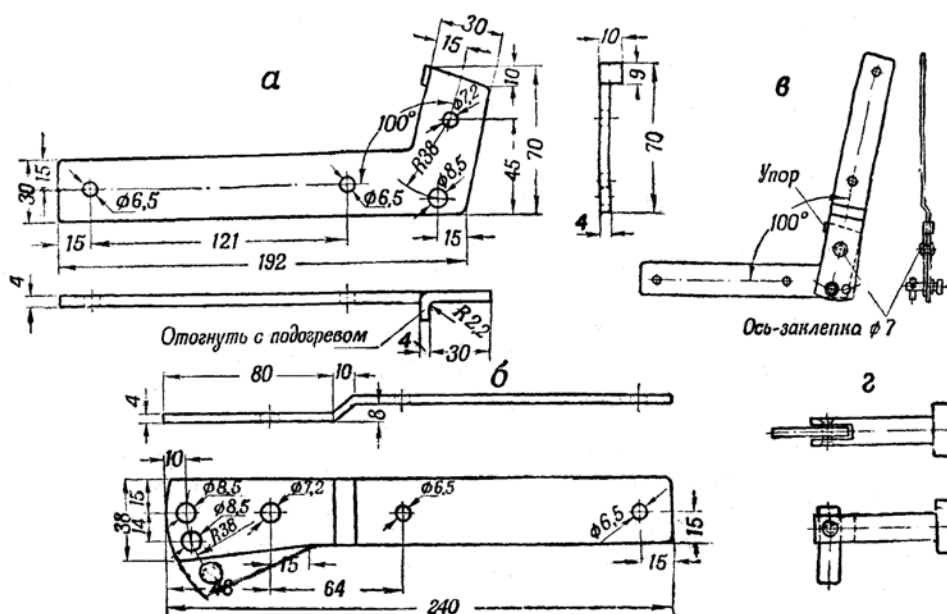

Рис. 1. Детали шарнирного крепления спинки переднего сиденья автомобиля М-20В «Победа»:
1. Изготовить из листовой стали толщиной 6—8 мм две вертикальные (рис. 1, а) и две горизонтальные (рис. 1, б) планки по размерам, указанным на чертеже. При этом нужно, чтобы упор на одной горизонтальной планке был отогнут вправо, а другой влево; это же условие должно быть соблюдено при устройстве выгиба на вертикальных планках. Для более точного совпадения отверстий шарнирного соединения их следует сверлить одновременно в горизонтальной и вертикальной планках. Сначала нужно просверлить верхние отверстия диаметром 7,2 мм, скрепить планки болтом и затем нижние отверстия диаметром 8,5 мм.
2. Соединить шарнирно между собой планки с помощью заклепки (рис. 1, в) и изготовить специальный стопор (рис. 1, г) для удержания вертикальной спинки в одном из двух положений — положение при езде и положение при кратковременном отдыхе (полулежа)